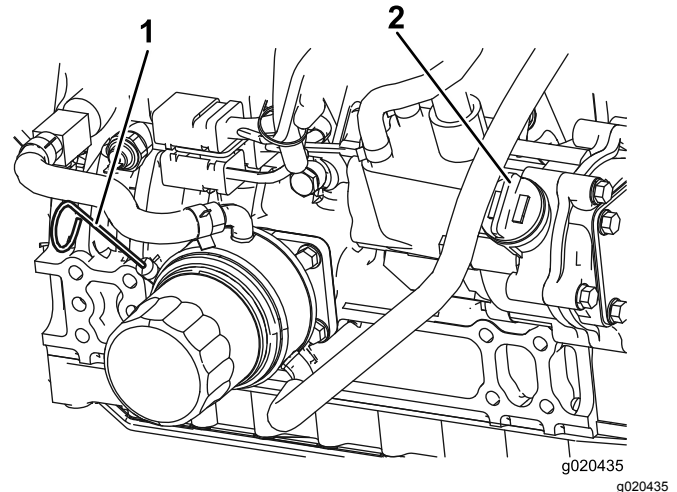

Figure 68
Le niveau d'huile doit se situer dans la plage de sécurité (Figure 68).
4. Si le niveau d'huile ne se situe pas dans la plage de sécurité, enlevez le bouchon de remplissage (Figure 68) et faites l'appoint jusqu'à ce que le niveau correct soit atteint.